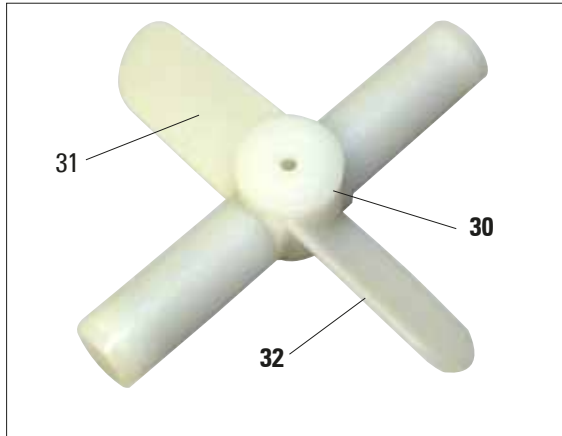

Fig. 7
- Desempaquetar el agitador magnético (30, Fig. 7) y colocarlo en la retorta.
Insertar el agitador de forma que la curvatura (32) de las dos paletas (31) señalen hacia abajo (Fig. 7)